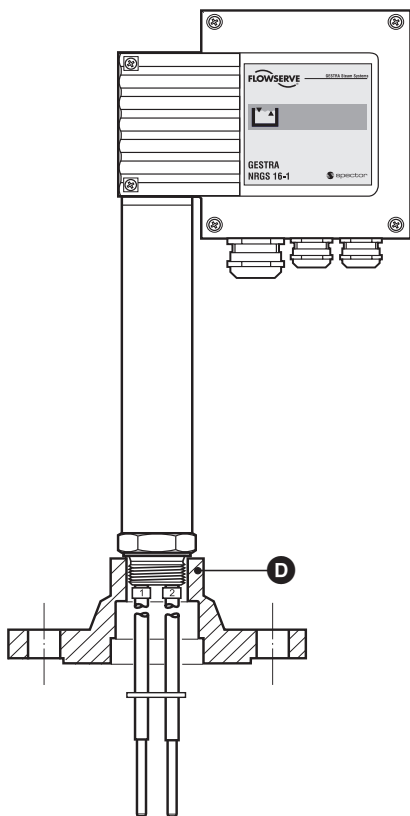

Fig. 4
10. Flanschdeckel **D** mit Niveauelektrode auf den Anschlussstutzen setzen und mit Schrauben montieren. Schrauben gleichmäßig über Kreuz anziehen. **Fig. 4**